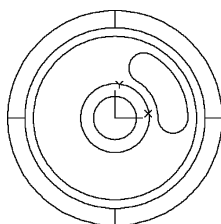

图 12-30 弧形孔的边界
(1) 选择菜单栏中的“视图”→“三维视图”→“平面视图”→“当前 UCS”命令。
(2) 单击“视图”选项卡“视觉样式”面板中的“二维线框”按钮, 显示二维线框图。
(3) 单击“默认”选项卡“绘图”面板中的“圆”按钮, 绘制 3 个圆心在 origin, 半径分别为 170、100 和 135 的圆。
(4) 单击“默认”选项卡“绘图”面板中的“圆”按钮, 绘制一个圆心在 (135, 0), 半径为 35 的圆。
(5) 单击“默认”选项卡“修改”面板中的“复制”按钮, 复制半径为 35 的圆, 并将它放在原点。
(6) 单击“默认”选项卡“修改”面板中的“移动”按钮, 移动圆心在原点的半径为 35 的圆, 移动位移 (@135 < 60)。
(7) 单击“默认”选项卡“修改”面板中的“修剪”按钮, 删除多余的线段。此时图形如图 12-30 所示。